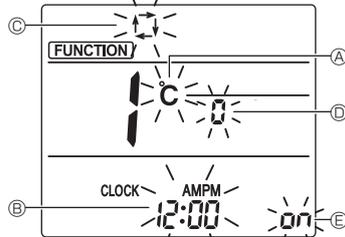

Fig. 5-11
L'écran Réglage de l'affichage s'affiche. (Fig. 5-11)
- Appuyez sur la touche **UP** ④ pour changer le n° de fonction.
5.12.2. Changement de l'unité de température (Fig. 5-11 (A))
- Appuyez sur la touche **TEMP** ⑤.
- À chaque pression sur la touche **TEMP** ⑤, le réglage change entre **C** et **F**.
5.12.3. Changement de l'affichage de l'heure (Fig. 5-11 (B))
- Appuyez sur la touche **TIME** ⑥.
- À chaque pression sur la touche **TIME** ⑥, le réglage change entre ^{AMPM}12:00 et 24:00.
5.12.4. Changement du mode AUTO (Fig. 5-11 (C))
- Appuyez sur la touche **MODE** ⑦.
- À chaque pression sur la touche **MODE** ⑦, le réglage change entre **1** et **2**.
5.12.5. Changement du n° de paire (Fig. 5-11 (D))
- Appuyez sur la touche **UP** ④.
- À chaque pression sur la touche **UP** ④, le n° de paire 0-3 change.